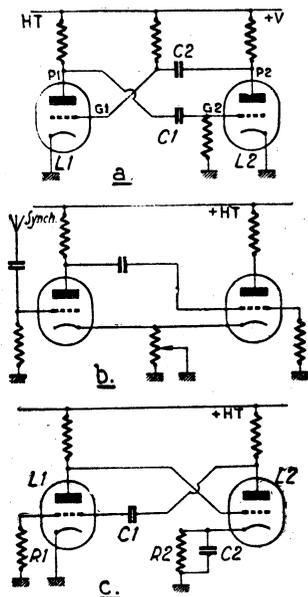
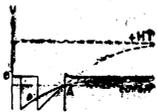

Figure 3
Figure 4
Sur la figure 3 a, on voit que la grille de L1 est ramenée à la haute tension à travers une résistance élevée. Il en résulte que l'armature de C2 reliée à G1 a une tension qui part de la tension de blocage  $-\Delta V_p$ , pour remonter à la tension  $+V$ , au lieu de remonter à zéro comme dans le montage (1). Par suite, la courbe de décharge de C2, au lieu de couper la droite qui figure la tension de cut-off sous un angle faible, comme dans le cas du multivibrateur type, la coupe sous un grand angle, de sorte que le point de basculement A du système est mieux défini (figure 4 a, b).
La figure 3 b montre un type de multivibrateur qui présente la propriété de donner des signaux dont la largeur varie sans que la fréquence propre se mo-
Le système de la figure 3 c représente un autre multivibra-